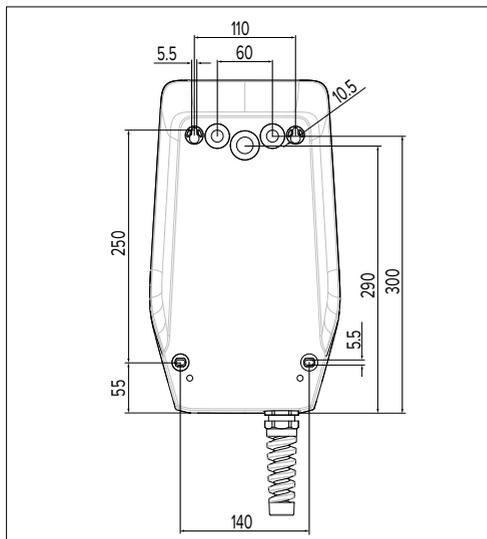

Abb. 6: Размеры отверстий [мм]
При настенном монтаже необходимо предусмотреть расположение кабеля электропитания на основании прилагаемого шаблона для сверления или изображения "Abb. 6: Размеры отверстий [мм]". Кабельные вводы находятся на задней, нижней и верхней сторонах.
- ▶ Разметить отверстия с помощью шаблона из комплекта поставки или рисунка "Abb. 6: Размеры отверстий [мм]". Соблюдать горизонтальное расположение отверстий.